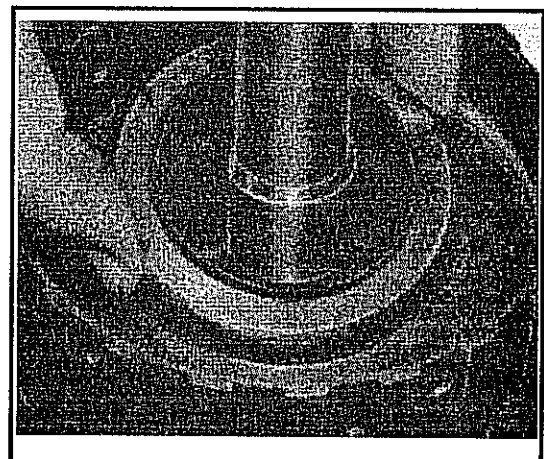

Abb. 10-126 Nadellager zur Aufnahme des Axialdrucks an der Kupplung für Vorwärtsfahrt
- Nadellager zwischen Kupplungsgehäuse für Kupplung Direkter Gang und Kupplungsgehäuse für Kupplung Vorwärtsfahrt anbringen. Siehe Abb. 10-126.